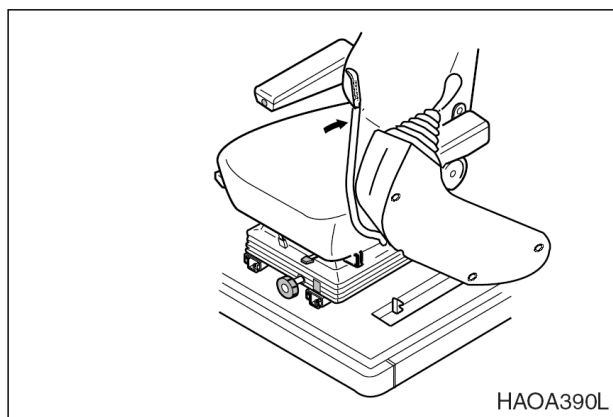

Рис. 26
- Установить рычаг блокировки в заблокированное положение (**LOCK**), потянув его вверх, рис. 26.